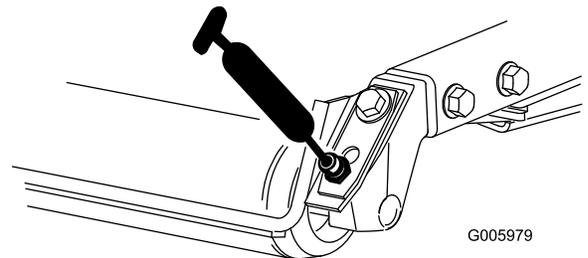

Figura 28
- Rolamentos do cilindro traseiro (2 por cada unidade de corte) (Figura 28)